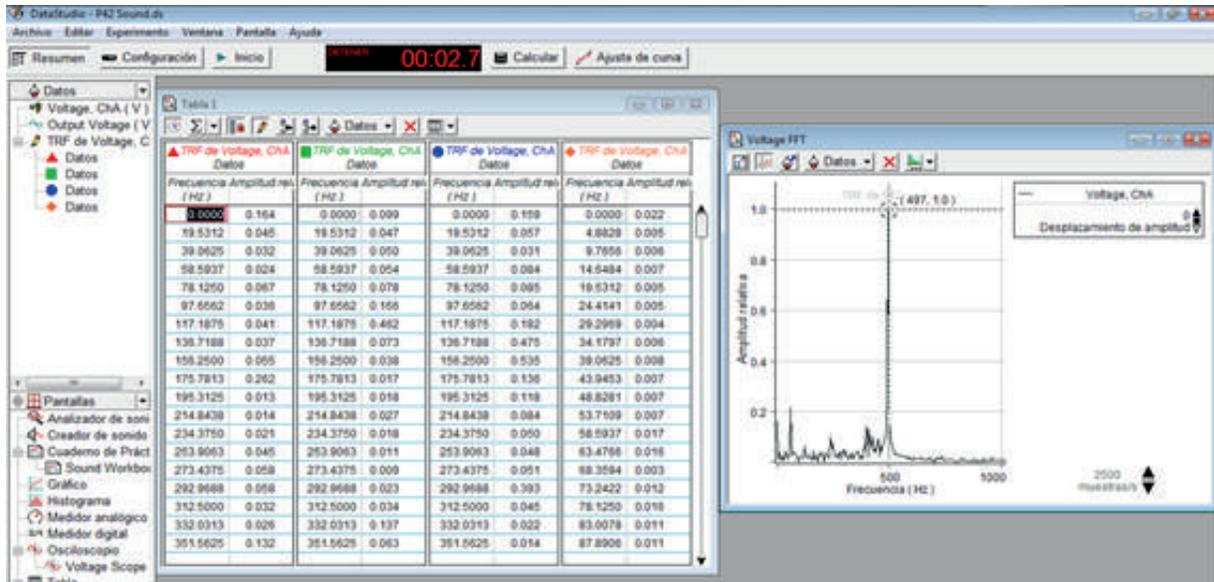

Figura 10.17. Transferir datos
- e) Presione el botón “Transferir datos”  y automáticamente se transfieren los datos obtenidos a la tabla como se ve en la figura 10.17.